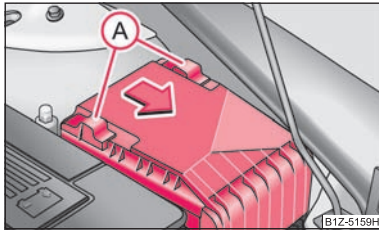

Fig. 186 Capacul cutiei de siguranțe din compartimentul motorului
- Deplasați mânerul de siguranță **A** ⇒ fig. 186 până la limită, în spatele mânerului de siguranță apare simbolul ; scoateți capacul.